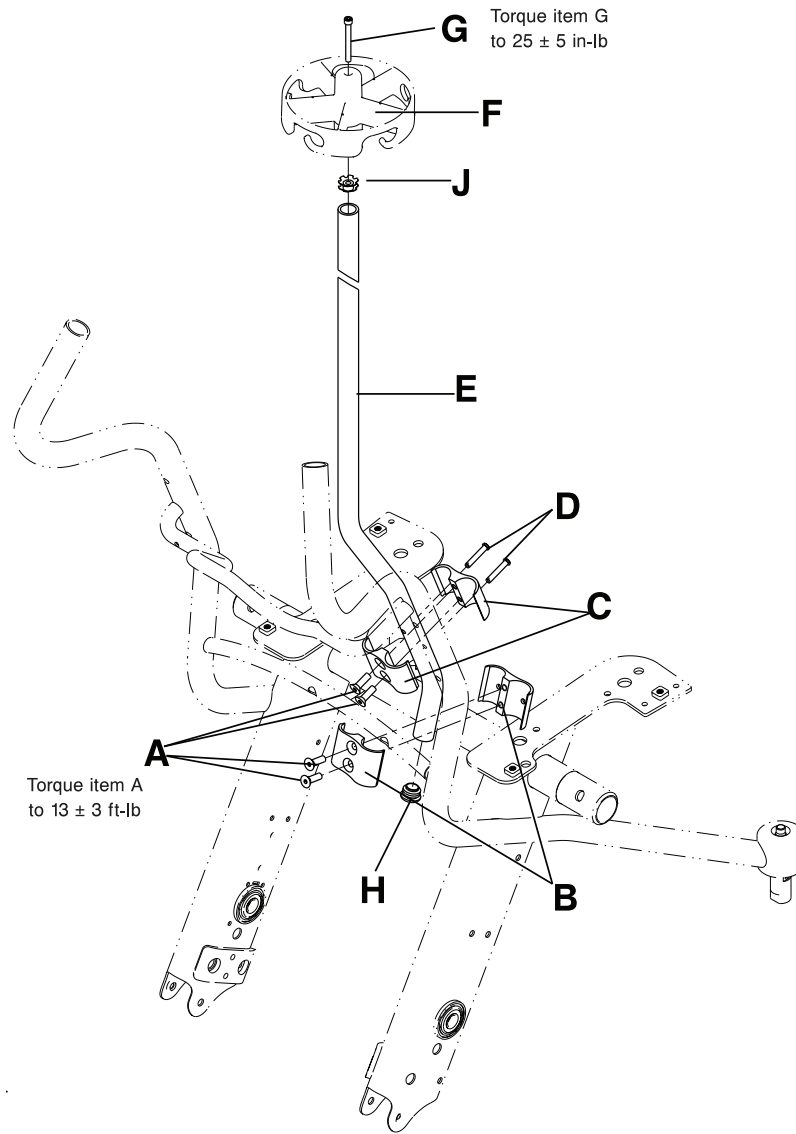

Figure 2-31 : Remplacement du support de perfusion
2. À l'aide d'une clé à 6 pans de 3/16", retirer la vis d'assemblage à six pans creux (G) du centre de l'élément supérieur du support de perfusion (F) (Figure 2-31 à la page 2-50). Conserver la vis.
3. Tapoter doucement sur l'élément supérieur du support de perfusion (F) (Figure 2-31 à la page 2-50) et le pousser vers le haut pour le retirer. Conserver l'élément supérieur du support de perfusion.
4. À l'aide d'un petit tournevis pour écrous à fente, retirer le bouchon de tube (H) de la partie inférieure du support de perfusion (E) (Figure 2-31 à la page 2-50). Conserver le bouchon de tube.
5. À l'aide d'une clé à 6 pans de 3/16", enlever les deux vis d'assemblage à tête fraisée plate (A) pour retirer les attaches de serrage inférieures du support de perfusion (B) du châssis du fauteuil (Figure 2-31 à la page 2-50). Conserver les vis et les attaches de serrage.
6. À l'aide d'une clé à 6 pans de 3/16", retirer les deux vis d'assemblage à tête fraisée plate (A) qui maintiennent les attaches de serrage supérieures du support de perfusion (C) au châssis du fauteuil. Retirer les axes d'assemblage (D) et les attaches de serrage (C). Conserver les vis, les axes d'assemblage et les attaches de serrage. Jeter le support de perfusion (E) (Figure 2-31 à la page 2-50).
2. Insérer l'écrou en étoile fourni (0018-045-000) (J) sur le haut du support de perfusion (E) (Figure 2-31 à la page 2-50). Le haut de l'écrou en étoile doit être à environ 12,7 mm du haut du support de perfusion.
3. Insérer le bouchon de tube fourni (0037-225-000) (H) dans la partie inférieure du support de perfusion (E) (Figure 2-31 à la page 2-50).
4. Positionner l'élément supérieur du support de perfusion (F) sur le support de perfusion (E) et utiliser la paume de la main pour tapoter doucement sur l'élément supérieur jusqu'à ce qu'il soit entièrement installé sur le support de perfusion (E) (Figure 2-31 à la page 2-50).
5. À l'aide d'une clé à 6 pans de 3/16", installer la vis d'assemblage à six pans creux fournie (0004-672-000) (G) pour fixer l'élément supérieur sur le support de perfusion. À l'aide d'une clé dynamométrique de 3/8" (in-lb), serrer la vis à un couple de  $25 \pm 5$  in-lb ( $2,8 \pm 0,6$  Nm).